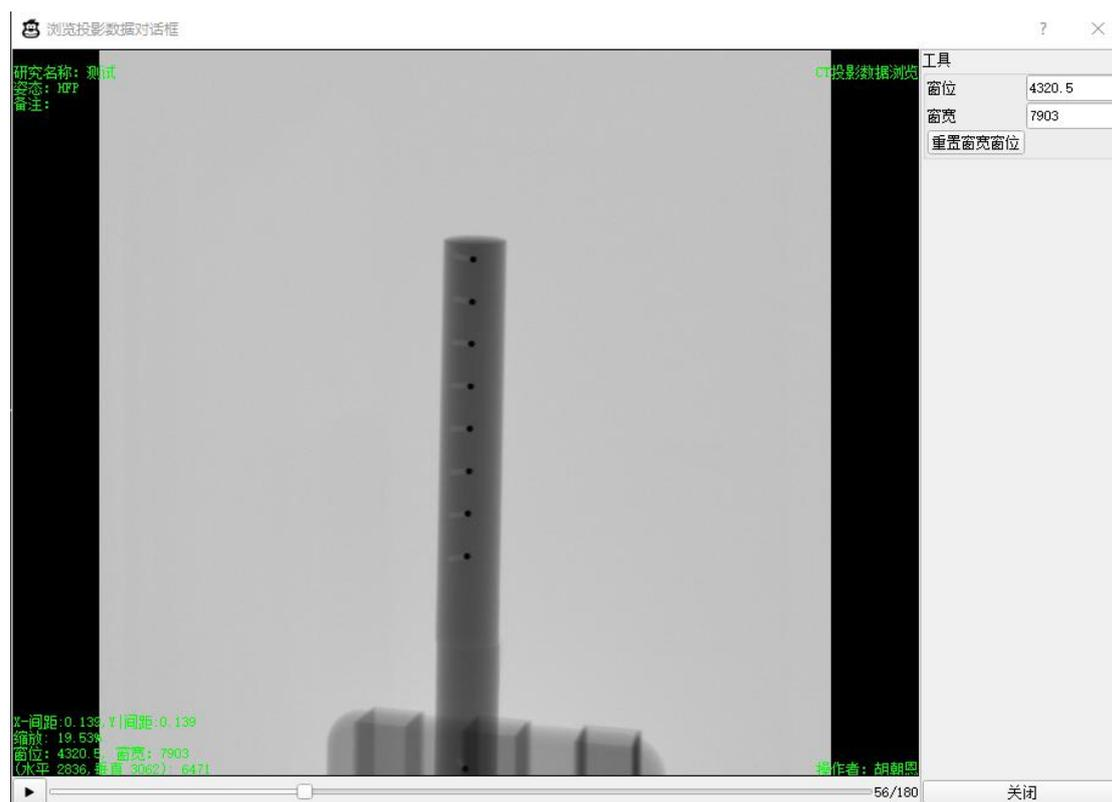

图 4.2.3 浏览投影文件对话框
- 3) 弹出确认对话框，点击“OK”，弹出浏览投影文件对话框，如图 4.2.3 所示；